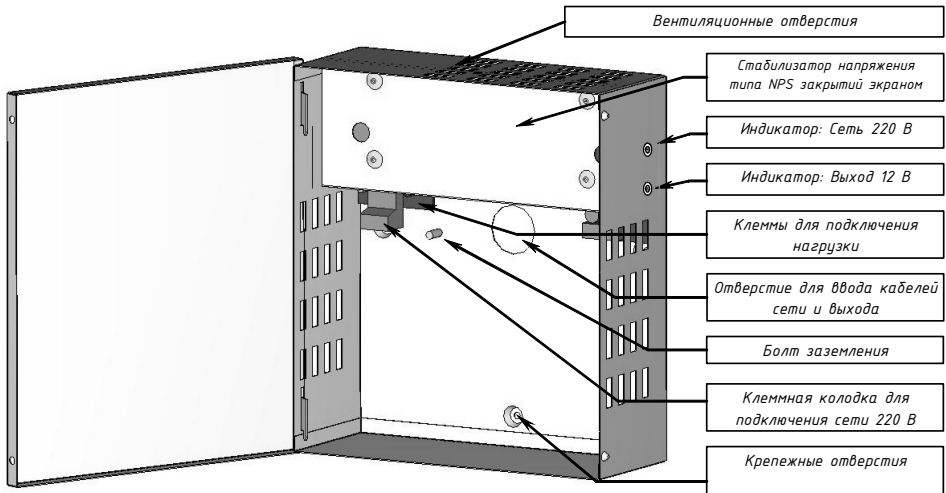

Рисунок 1. Размещение составных частей источника
5.5 Пропустить сетевой кабель через отверстие для ввода (см. рис. 1) и подключить его к колодке сети 220 В, предварительно зачистив и за лудив его концы.